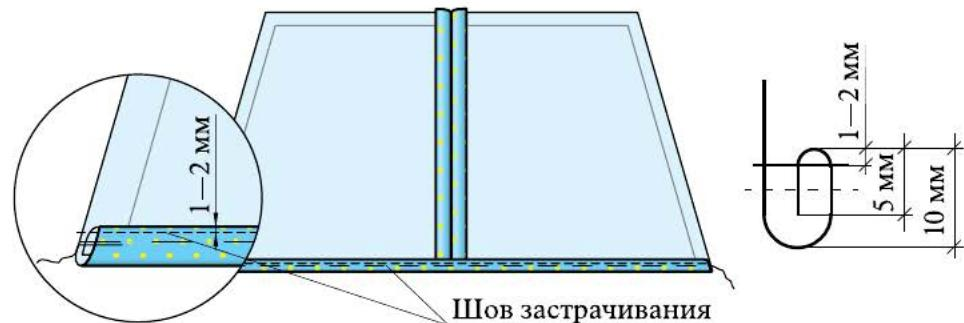

Рис. 6.48. Обработка нижнего среза обтачки
3. Подогните нижний срез обтачки на изнаночную сторону на 5 мм, **заутюжьте**. Затем ещё раз подогните припуск на 10 мм, точно по контурной линии, **заутюжьте** и **заметайте** на расстоянии 3 мм от сгиба. **Застрочите** на расстоянии 1—2 мм от первого сгиба (рис. 6.48). Удалите **СВН**, **приутюжьте**.